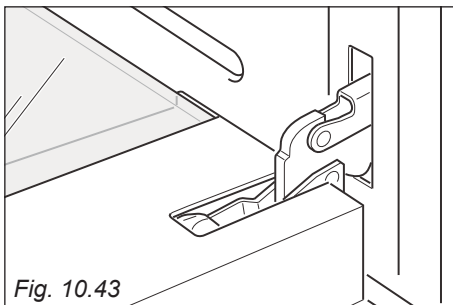

Fig. 10.43
- Aprire completamente la porta del forno (fig. 10.43).